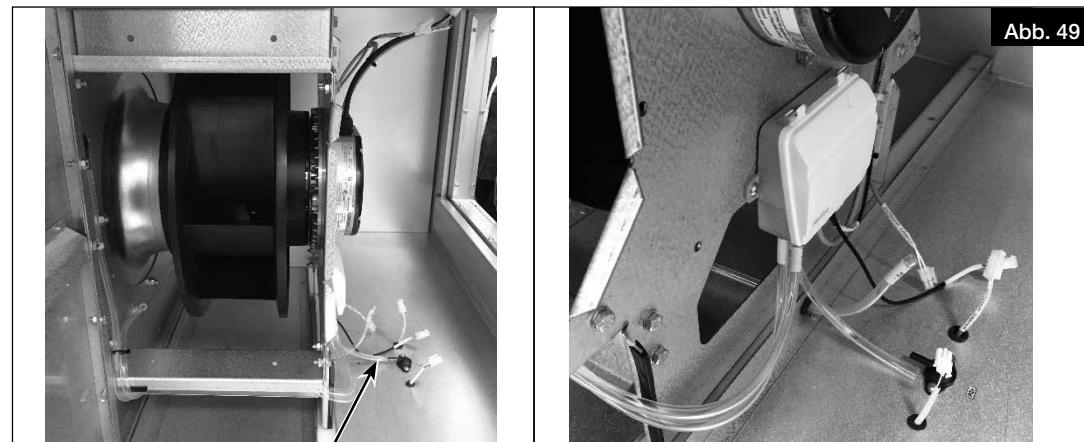

Abb. 49
3. Druckschlauch (P2+) des Ventilators wie folgt entfernen (Abb. 49).